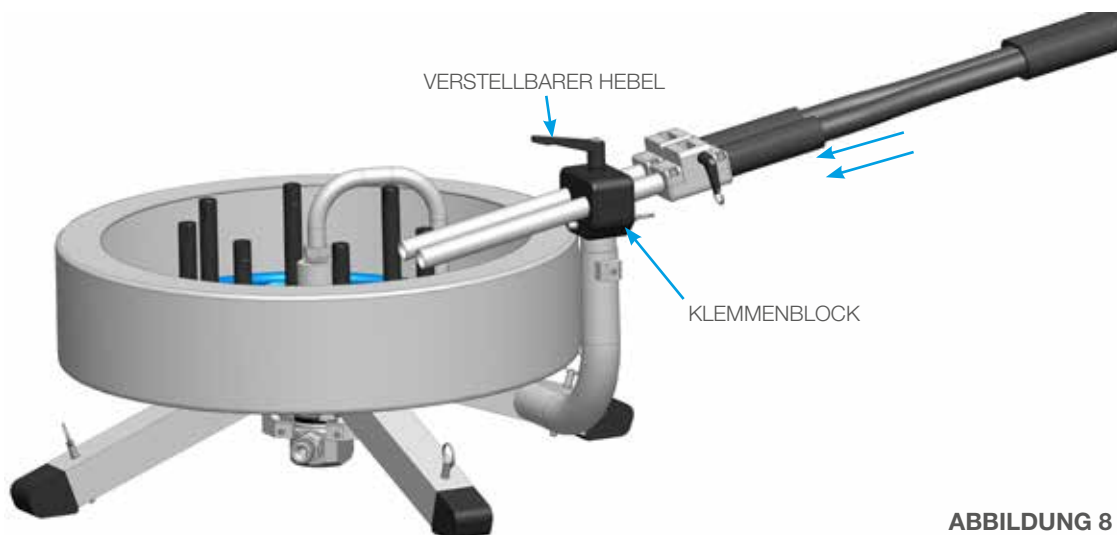

ABBILDUNG 8
2. Lösen Sie den verstellbaren Hebel am Klemmenblock und führen Sie die Führungsrohre ein. Ziehen Sie den verstellbaren Hebel mit der Hand fest (**Abbildung 8**).